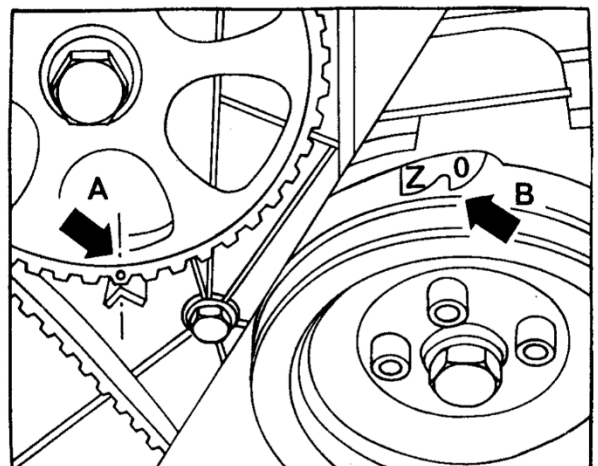

Bild M 10. Markierung für Zahnriemen
2. Zahnriemenrad der Nockenwelle auf Markierung stellen (Pfeil A im Bild M 10).
4. Riemenscheibe auf Markierung „0“ stellen (Pfeil B im Bild M 10).